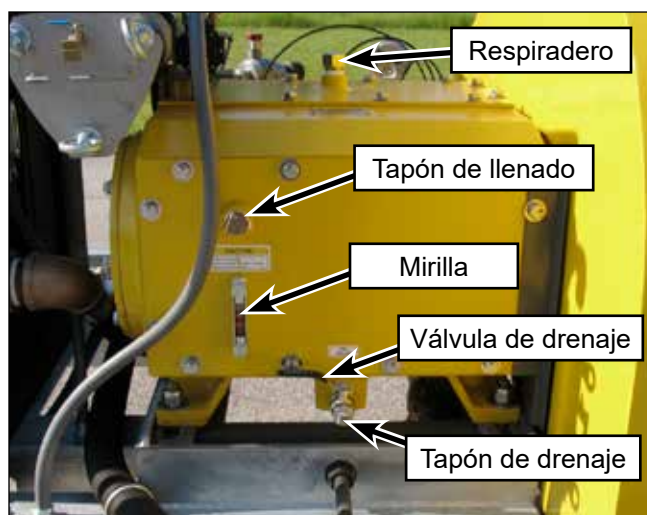

Figura 97: Revisión y cambio de aceite.
1. Encuentre la mirilla (Figura 97) en la parte posterior de la estructura del extremo de potencia. Con la bomba apagada (por cinco a ocho horas), el aceite debería estar en el nivel Lleno (Full).
1. Con el motor apagado, quite el tapón de drenaje (Figura 97) de la válvula de drenaje de aceite en la parte posterior de la estructura del extremo de potencia.